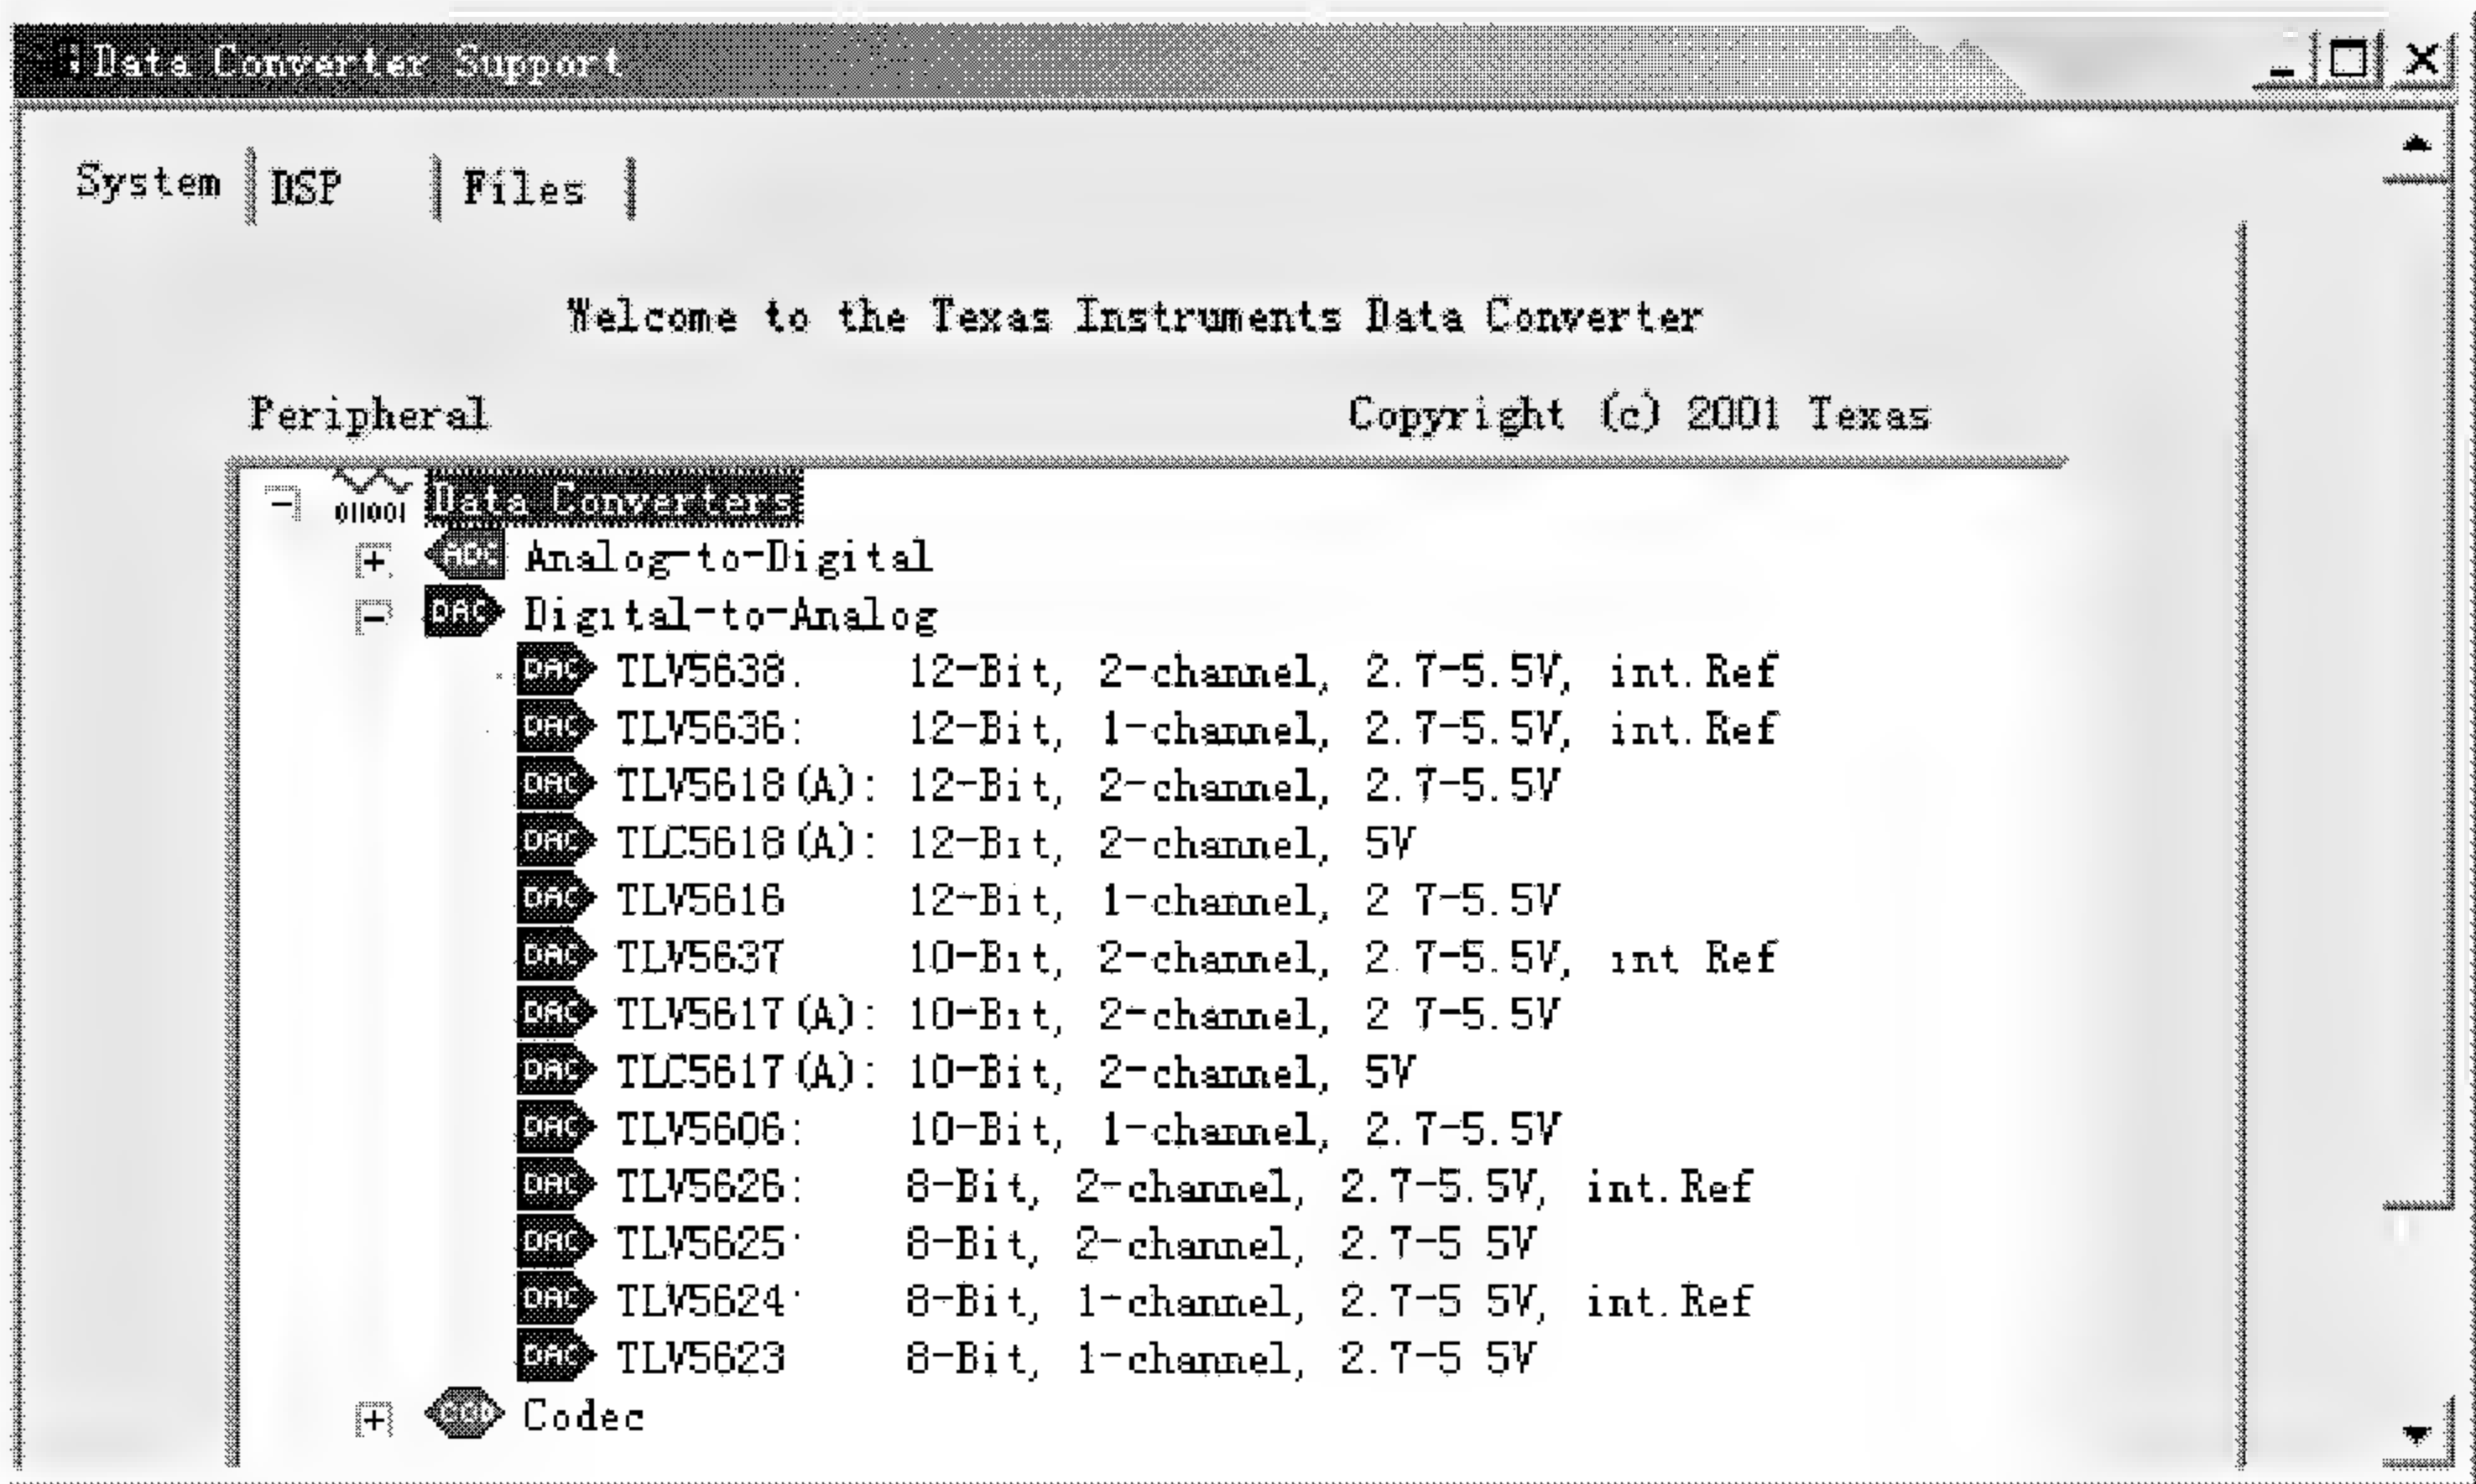

图 3.23 Data Converter Support 对话框
- (1) 选择 **Tools** → **Data Converter Support**，打开 **Data Converter Support** 对话框，如图 3.23 所示。